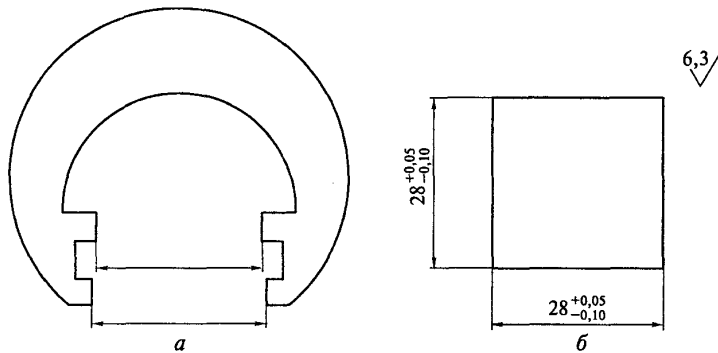

Рис. 4.7. Калибр-скоба (а) и контролируемая деталь (б)
11. Укажите размеры между выступами проходной и непроходной частей калибр-скобы (рис. 4.7, а), используемой для контроля детали, изображенной на рис. 4.7, б.